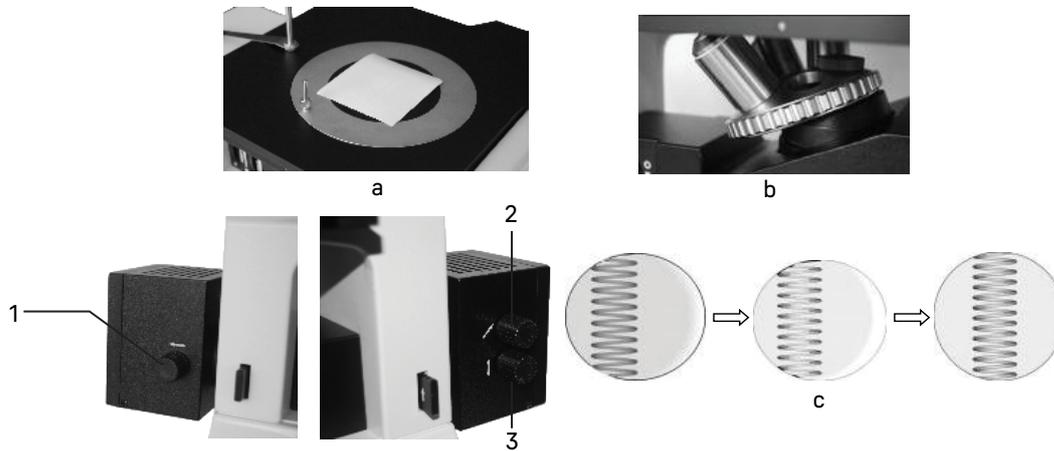

Рис. 8. Центрировка источника света
1. Кусок белой бумаги (примерно 40 x 50 мм) положите на предметный столик, как показано на рис. 8а. При этом прижим отведите в сторону.
2. Выверните один из объективов из револьвера и введите в ход лучей свободное гнездо револьвера – отверстие без объектива, как показано на рис. 8б.
3. Откройте полевую и апертурную диафрагмы, в этот момент на белой бумаге появится яркое световое пятно с изображением нити накала внутри, как показано на рис. 8с.